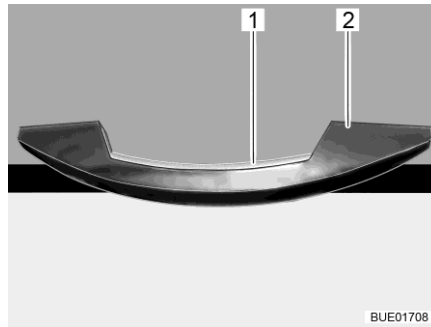

Fig. 65 Poignée avec barre de déverrouillage (exemple)
- Ouvrir : ■ Pousser la barre de déverrouillage (Fig. 65,1) et la maintenir poussée.
■ Tirer sur la poignée (Fig. 65,2) jusqu'à ce que la porte de placard s'ouvre.